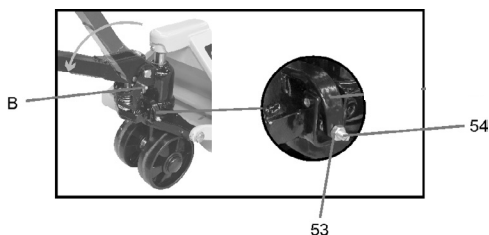

Fig. 7 – Retirando o pino
- a. Posicione a alavanca para baixo e movimento o cabo para elevar a carga, conforme fig. 7.